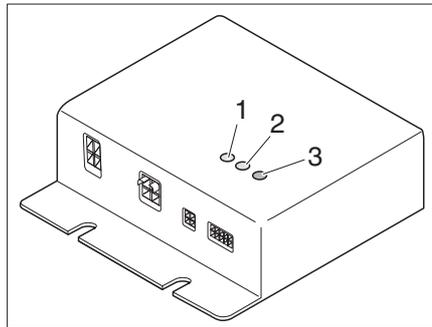

Fig. 303 Apparecchio di regolazione
L'apparecchio di regolazione (Fig. 303) è integrato nell'armadio guardaroba. Le spie di controllo sull'apparecchio di regolazione hanno il seguente significato:
- LED di controllo (Fig. 303,1) CR1 acceso in verde: il circuito di riscaldamento 1 è in funzione
- LED di controllo (Fig. 303,2) CR2 acceso in verde: il circuito di riscaldamento 2 è in funzione
- LED di segnalazione errori (Fig. 303,3)